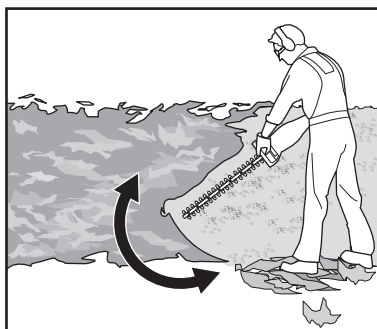

Fig. 5
3. Segure sempre firmemente o produto com ambas as mãos pelas pegas dianteira (4) e traseira (6). Nunca utilize o produto com apenas uma mão.
5. Primeiro, corte de ambos os lados, partindo da parte inferior em direção à parte superior. Isto impede a queda de plantas cortadas no percurso da área ainda a ser cortada (Fig. 5).